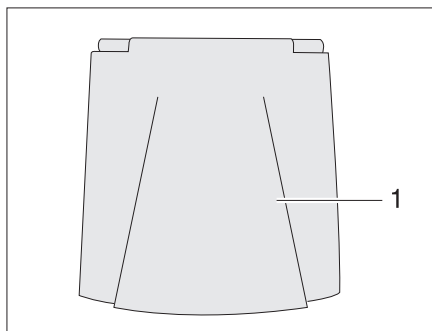

Fig. 34 Trampilla exterior conexión de 230 V
- Abrir:* ■ Girar la trampilla exterior (Fig. 34,1) hacia arriba.
- Cerrar:* ■ Girar hacia abajo la trampilla exterior (Fig. 34,1) y cerrarla presionándola.